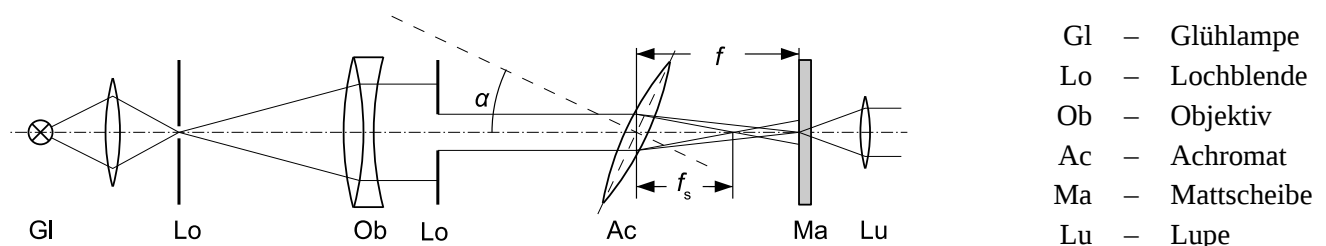

Abbildung 5: Aufbau zur Messung des Astigmatismus
- Bauen Sie den Versuch gemäß Abbildung 5 auf. Verwenden Sie hierbei zur Vermeidung anderer Abbildungsfehler den speziell gekennzeichneten Achromaten. Blenden Sie mit Hilfe einer zweiten Lochblende das Licht bis auf ein Bündel von mehreren Millimetern Durchmesser ab.